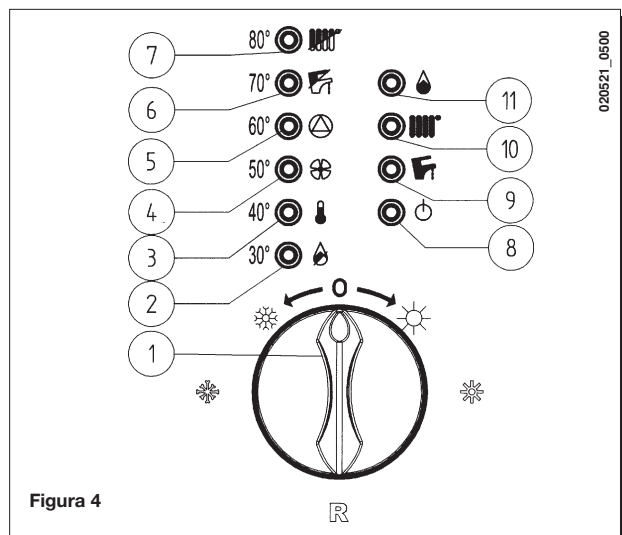

Figura 4
Si consiglia in questo caso di ripetere le operazioni di accensione, fino all'arrivo del gas al bruciatore, posizionando momentaneamente la manopola (1) in **R** (vedere anche figura 4).
Durante questa operazione è necessario che il selettore Estate/Inverno (rif. 1 di figura 4) sia in posizione OFF (0).